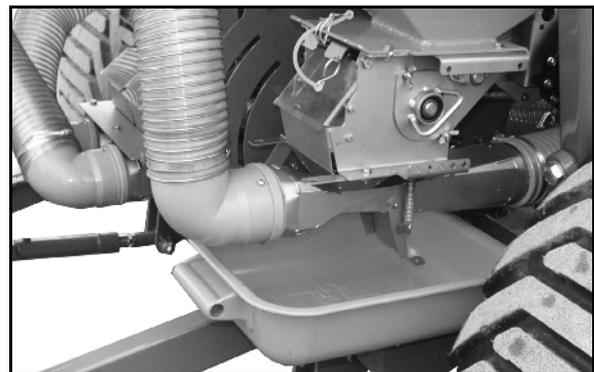

Fig. 121
- o Fig. 121 : auget d'étalonnage sous le doseur d'engrais.